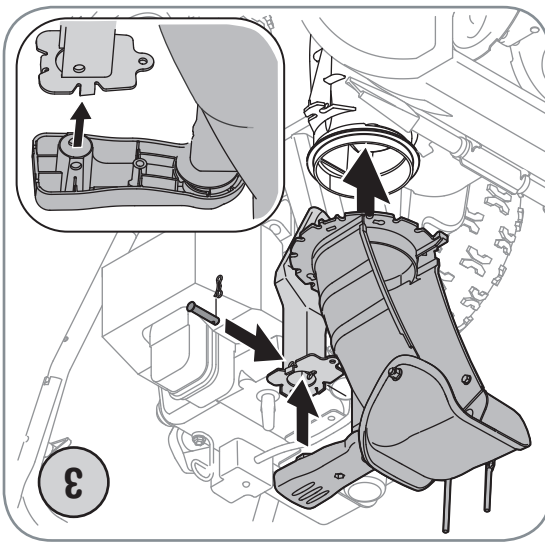

Figure 3
3. Placez la goulotte sur sa base et attachez-la sur son support en utilisant l'axe de chape et la goupille fendue enlevés plus tôt. Voir la Figure 3.